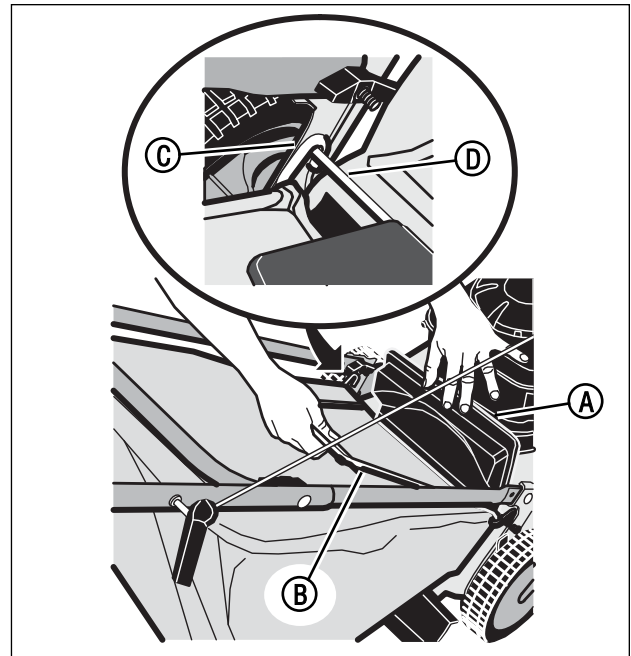

Figura 7: montaggio della sacca raccoglierba
1. Per montare la sacca raccoglierba sulla macchina, sollevare lo sportello posteriore (**A**, **Figura 7**). Trattenendo la sacca raccoglierba dall'impugnatura (**B**), montare i ganci (**C**) posti su entrambi i lati del gruppo telaio della sacca raccoglierba sull'asta basculante dello sportello posteriore (**D**). Abbassare la sacca raccoglierba verso la parte posteriore della macchina. Quindi, abbassare lo sportello posteriore.